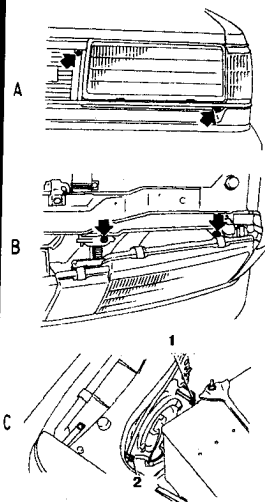

Рис. 12.35 Расположение регулировочных винтов фар головного света (См. Раздел 19)
5. Включите ближний свет фар и отрегулируйте их так, как показано на рисунке. Расположение регулировочных винтов показано на Рис. 12.35.